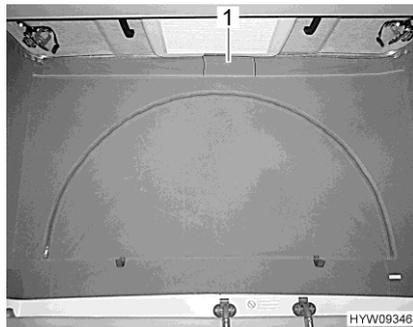

Fig. 31 Aerazione (chiusa)
- Aprire la chiusura a velcro della membrana in tessuto (Fig. 31,1) sotto il tetto a soffietto. Dietro la membrana in tessuto è stata applicata una zanzariera per impedire agli insetti di entrare.